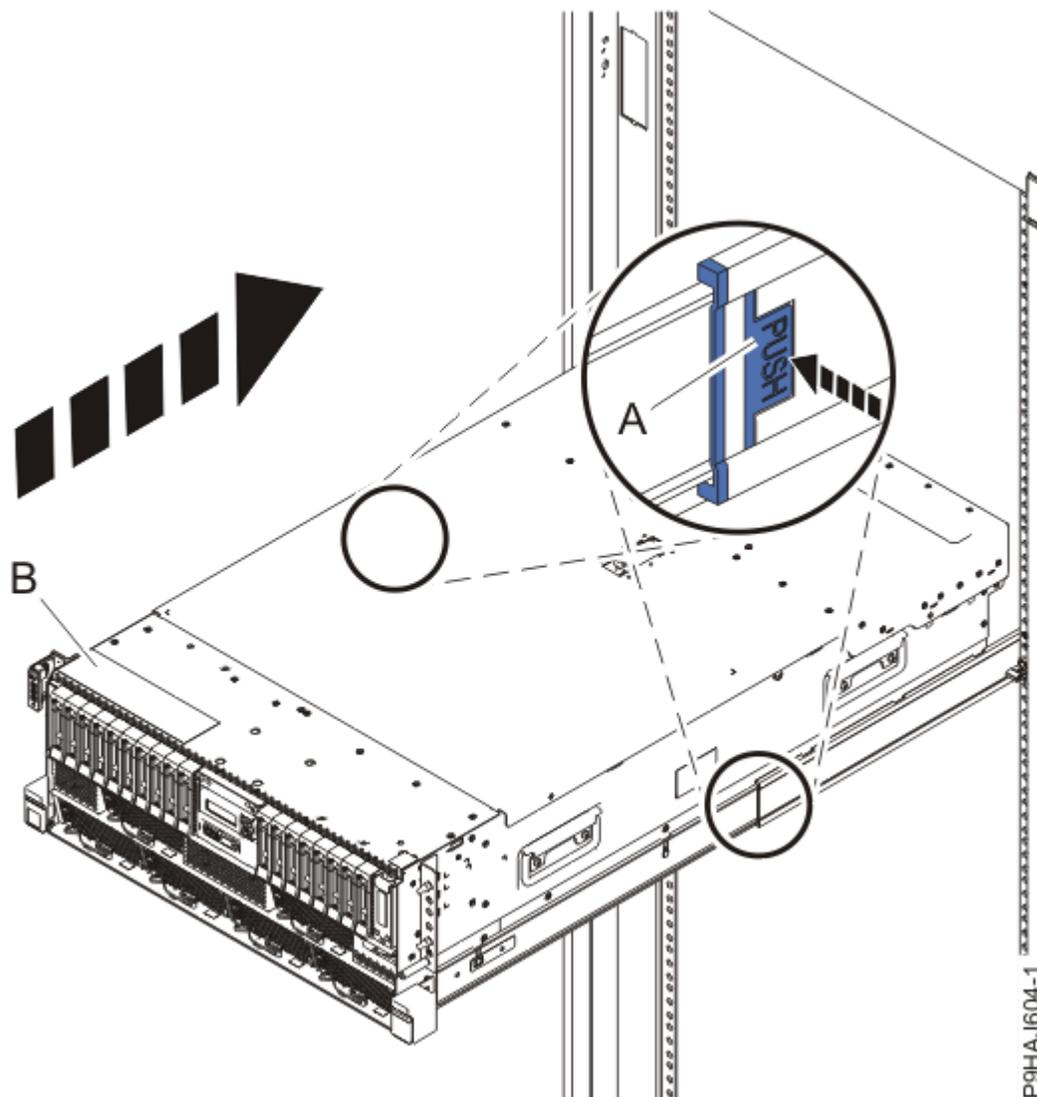

Figura 35. Colocar o sistema na posição de funcionamento
3. Para um sistema montado em bastidor, desbloqueie os trincos de segurança da calha azuis **(A)** conforme demonstrado em Figura 35 na página 41 ao empurrar os mesmos para dentro.